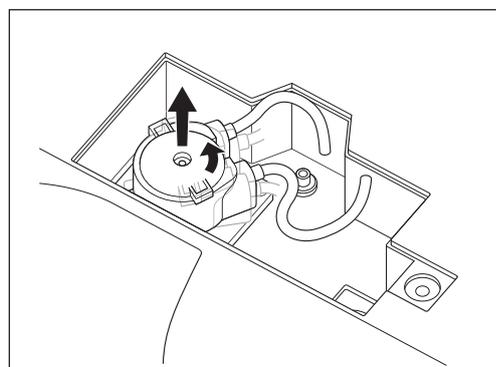

Fig. 53
- 5) Tournez la pompe d'irrigation dans le sens inverse des aiguilles d'une montre jusqu'à ce qu'un déclic se produise et retirez-la (Fig. 53).